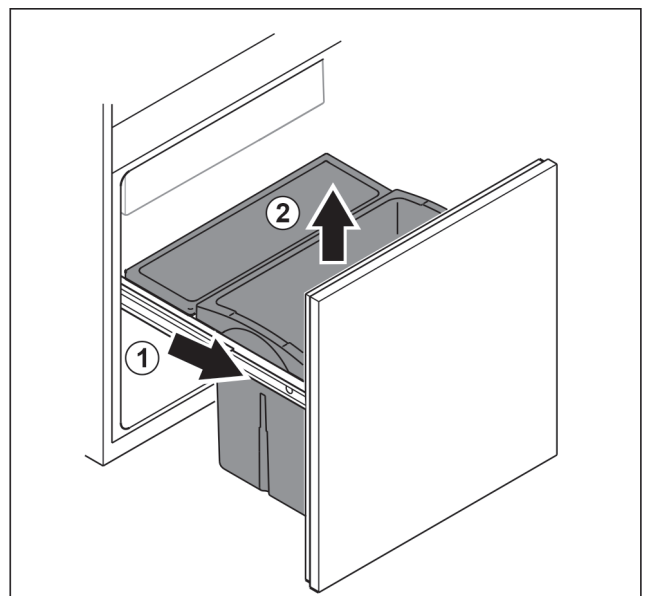

Fig. 97
- ▶ Tirer le chariot coulissant jusqu'en butée. Fig. 97 (1)
- ▶ Retirer le tiroir par le haut. Fig. 97 (2)